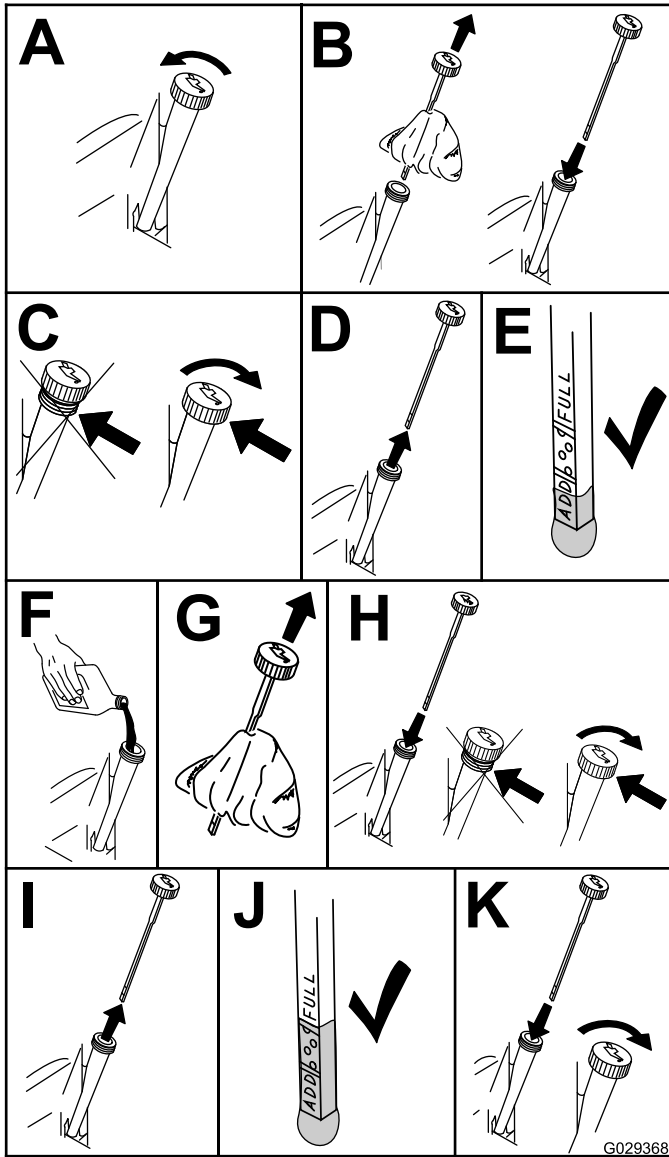

Figura 27
4. Compruebe el nivel de aceite del motor (Figura 27).